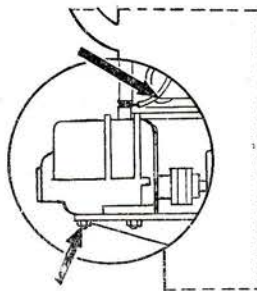

Рис. 2
4. Снять провод с магнето и свечи. Ключом 11 мм отвернуть 4 гайки (рис. 2), снять промежуточную муфточку, снять магнето с кронштейна, завернуть в чистую бумагу или тряпку и поместить отдельно в безопасное место.